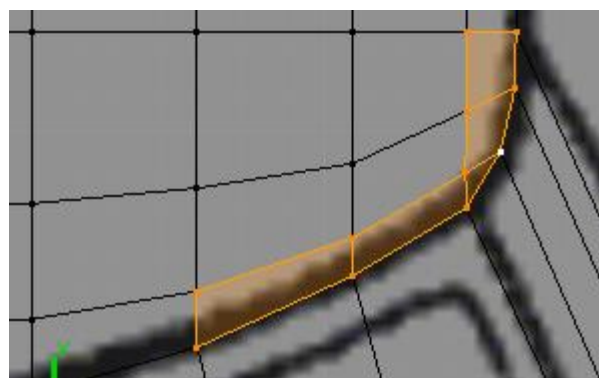

Figura 4.69
8. Complete a parte frontal do tejadilho criando as faces em falta na malha, figura 4.69.